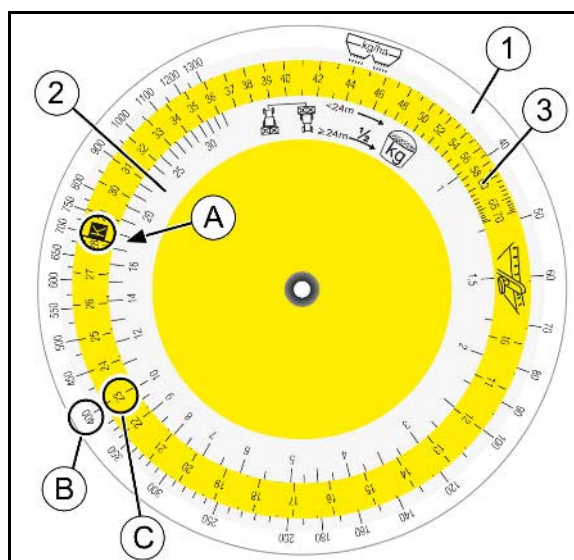

Рис. 68
3. На обратной стороне логарифмического диска (Рис. 68/1) для желаемой рабочей ширины захвата **18 м** найдите требуемый контрольный участок **27,75 м** для площади посева **1/40 га**.
7. Возьмите в руки логарифмический диск приспособления для установки сеялки на норму высева. По шкале (Рис. 68/2) для собранного количества [кг] найдите числовое значение 17,5 (A) и установите напротив положения "K" (B) цветной шкалы (Рис. 68/3).
8. Найдите желаемую норму внесения удобрений (400 кг/га) (C) на шкале для нормы внесения (Рис. 68/1) и снимите показание требуемого положения заслонки (позиция) "23" (D).